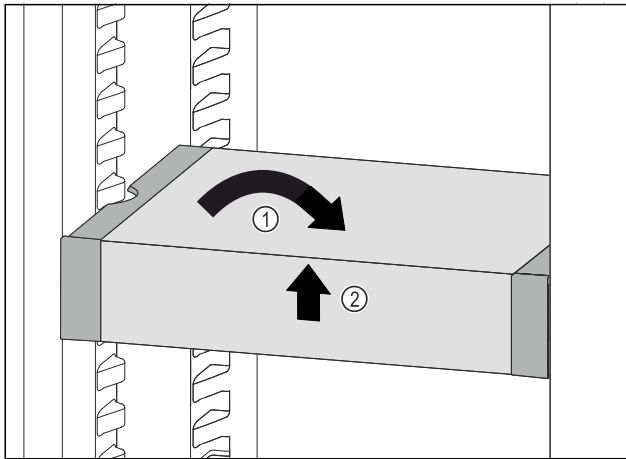

Fig. 49
- VarioSafe recht zetten. Fig. 49 (1)
- VarioSafe aan voorkant optillen. Fig. 49 (2)